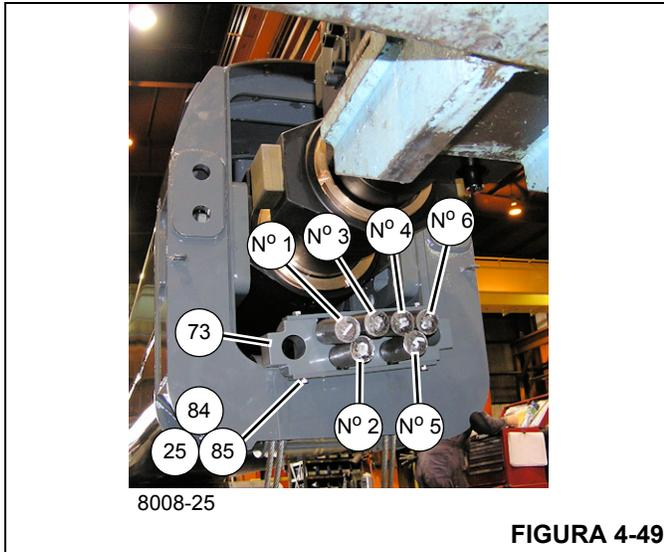

FIGURA 4-49
78. Tomando cuidado para não cruzar os cabos, instale os dois cabos de extensão do telescópio 3 (150), etiquetados como 2 e 5, na placa de fixação (73) e fixe-os no lugar usando a tampa da placa (84), dois parafusos (85) e duas arruelas de pressão (25) (consulte a Figura 4-49).
79. Tomando cuidado para não cruzar os cabos, instale os quatro cabos de extensão do telescópio 3 (150), etiquetados como 1, 3, 4 e 6, na placa de fixação (73) e fixe-os no lugar usando a tampa da placa (84), dois parafusos (85) e duas arruelas de pressão (25) (consulte a Figura 4-49).